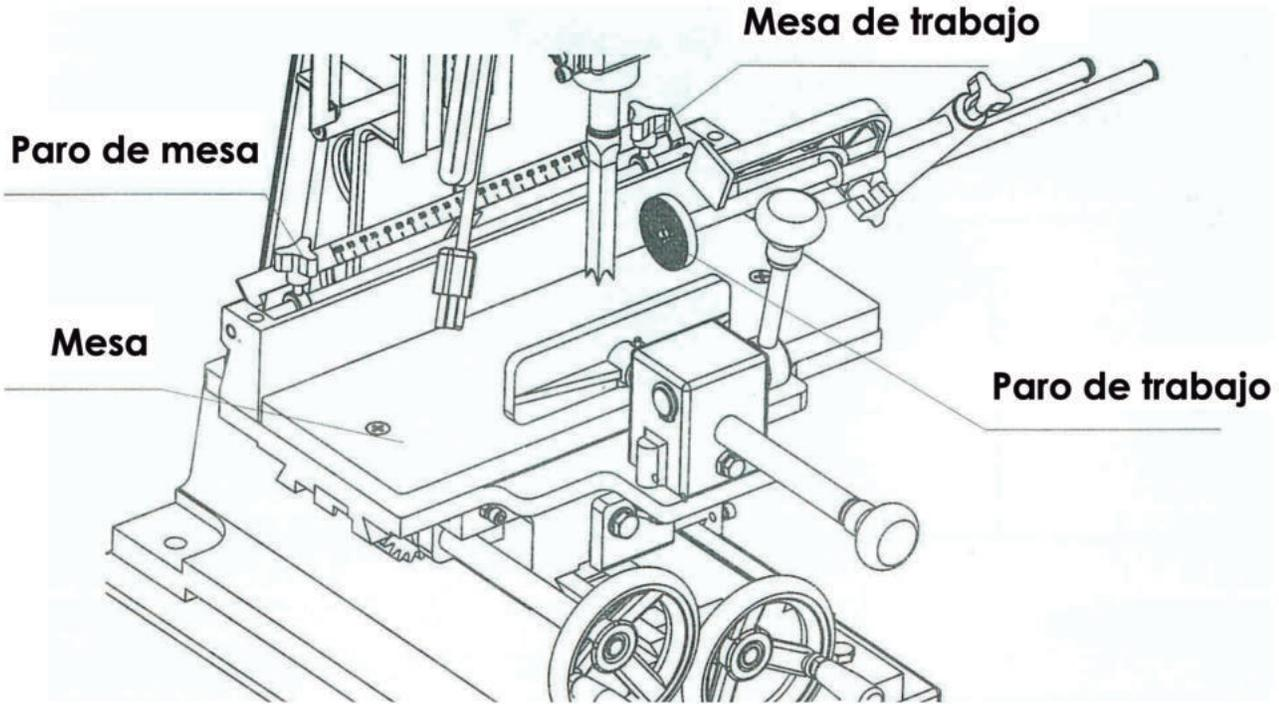

FIGURA 5
3. Ajuste la tabla se detiene. La figura 5, de acuerdo con la longitud de vit requerida, luego apriete los tornillos de mariposa.